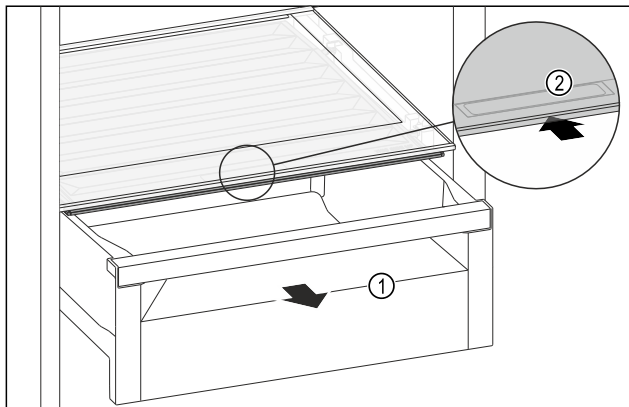

Fig. 67
- ▶ Schubfach Fig. 67 (1) herausziehen.
- ▶ Griffmulde Fig. 67 (2) am Fachdeckel anfassen und Fachdeckel gleichzeitig nach hinten schieben.